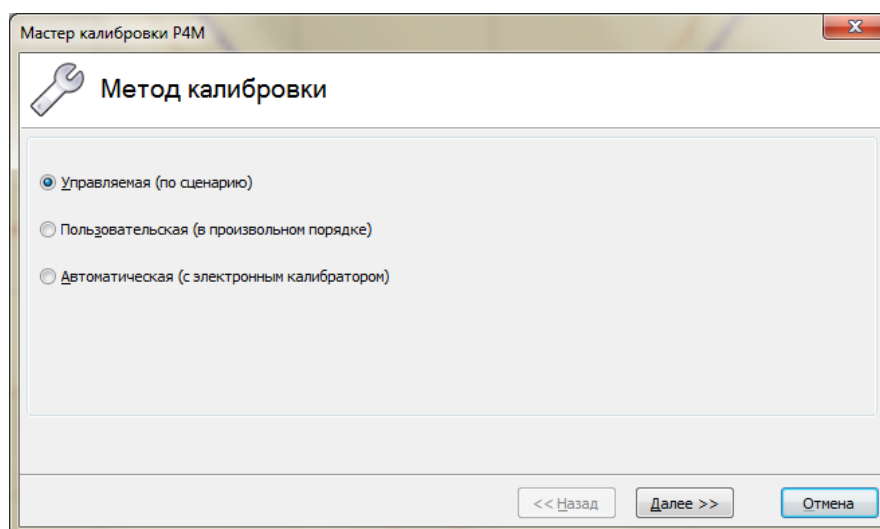

Рисунок 3.6 – Окно мастера калибровки
**Процесс калибровки начинается** с запуска мастера калибровки (меню «Калибровка», либо «горячая» клавиша «**F6**»). В результате запустится мастер калибровки и предложит выбрать метод калибровки (рисунок 3.6).